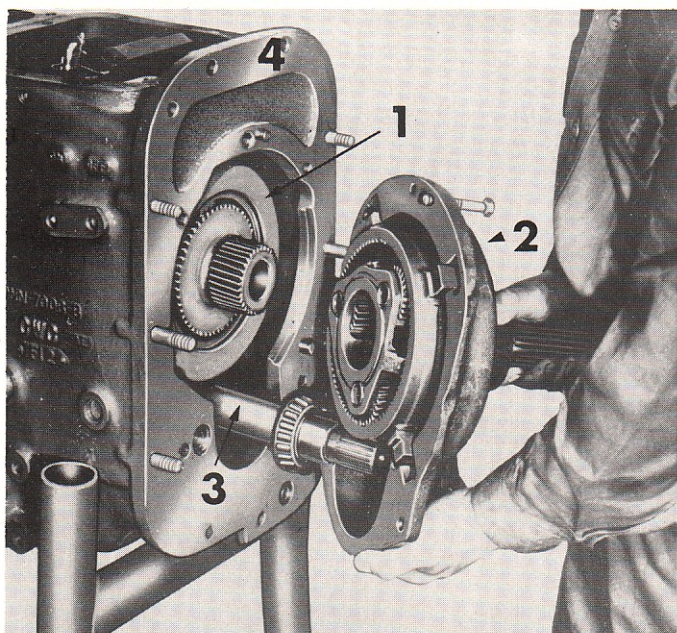

FIGURE 45 : Dépose du support arrière.
3. Séparer du carter de transmission le support arrière en utilisant les deux vis de décollement. Extraire le support arrière avec l'arbre de prise de force (Figure 45).
NOTE : Dans le cas des prises de force à vitesse unique, l'arbre de prise de force demeure dans la transmission (Figure 45).
5. Dégager de sa fourchette de commande le manchon d'entraînement de la prise de force proportionnelle représenté Figure 45.